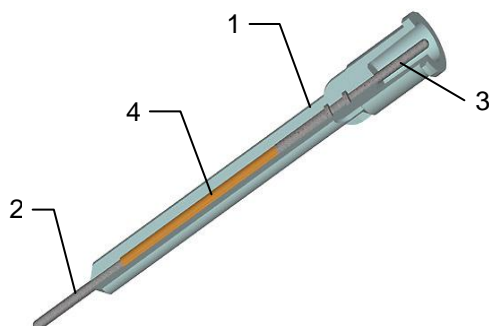

Рис.24 - Схема АмЭ:
4.2.2 АмЭ представляет собой полимерный стержень с запрессованной серебряной проволокой диаметром 1,1 мм, длиной (7-8) мм (рис.24). Рабочей поверхностью электрода является серебряная проволока, покрытая амальгамой серебра. Для образования амальгамы на серебряную проволоку наносят пленку ртути. После нанесения ртути на поверхность серебра за счет взаимной растворимости ртути и серебра начинается процесс образования амальгамы серебра на поверхности АмЭ.